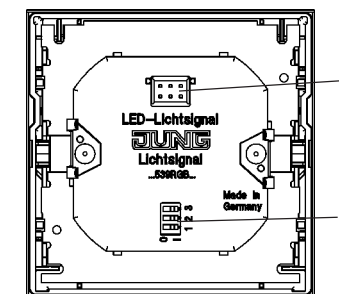

Abb. 7
- Abb. 7: Kontaktierung und DIP-Schalter
Mit dem 3-poligen DIP-Schalter (Abb.7, 2) auf der Rückseite sind verschiedene Farben einstellbar (Anschluss siehe Abb. 8a, 9a):
- Abb. 7: Contacts and DIP switch
Different colours can be selected with the 3-pole DIP-switch (fig.7,2) on the backside (connection see fig. 8a, 9a):